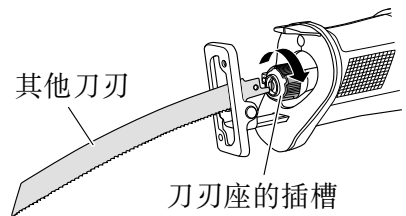

图 11
(1) 若破损的刀刃某部分粘在了刀刃座的插槽中，拔出插条并将刀刃拔出。
(2) 如果破损的刀刃隐藏在插槽内，用另一个刀刃的尖端钩住破损的刀刃，然后将其取出。(图 11)